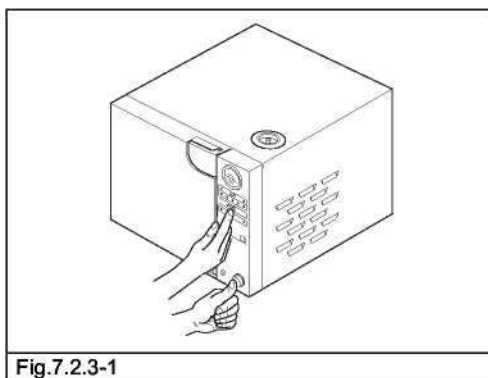

Fig.7.2.3-1
- нажмите кнопку **ПУСК/СТОП** одновременно с кнопкой **ПИТАНИЕ** (Fig. 7.2.3-1).